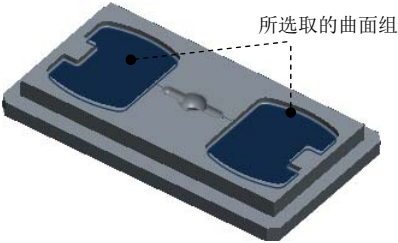

图 10.4.75 选取的曲面组
Step5. 在系统弹出的 **SURF PICK (曲面拾取)** 菜单中依次选择 **Model (模型)** **Done (完成)** 命令，在系统弹出的 **SELECT SRFS (选择曲面)** 菜单中选择 **Add (添加)** 命令，然后选取图 10.4.75 所示的凹槽底面，选取完成后，在“选择”对话框中单击 **确定** 按钮。最后选择 **Done/Return (完成/返回)** 命令，完成 NC 序列的设置。